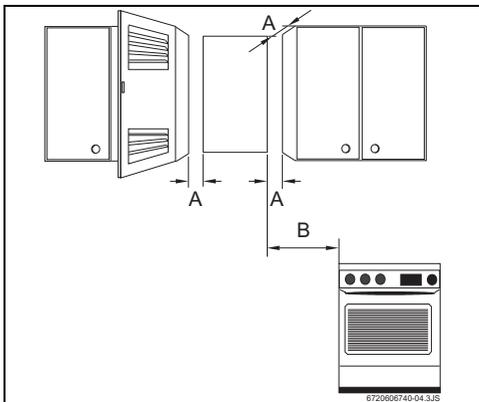

Fig. 14 Distâncias mínimas
- ▶ Respeitar as medidas mínimas de instalação indicadas na Fig. 14.
- ▶ Assegurar o bom acesso nos trabalhos de manutenção, respeitando as distâncias mínimas indicadas na Fig. 14.